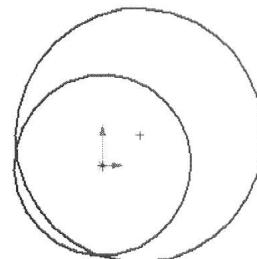

图 2-2 草图绘制
2. 绘制草图。选择 Front 基准面，然后单击 或者执行 Insert → Sketch 命令进入草图绘制。选择圆形命令，绘制一个圆形，它的圆心和原点重合。再绘制一个圆形，半径略比第一个圆形要大，位置不限，如图 2-2 所示。